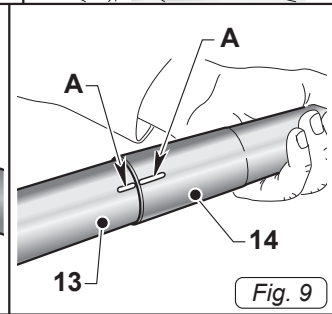

Fig. 9
- Agganciare le due prolunghe rigide (13 e 14 Fig. 9), facendo coincidere i due riferimenti (A Fig. 9).